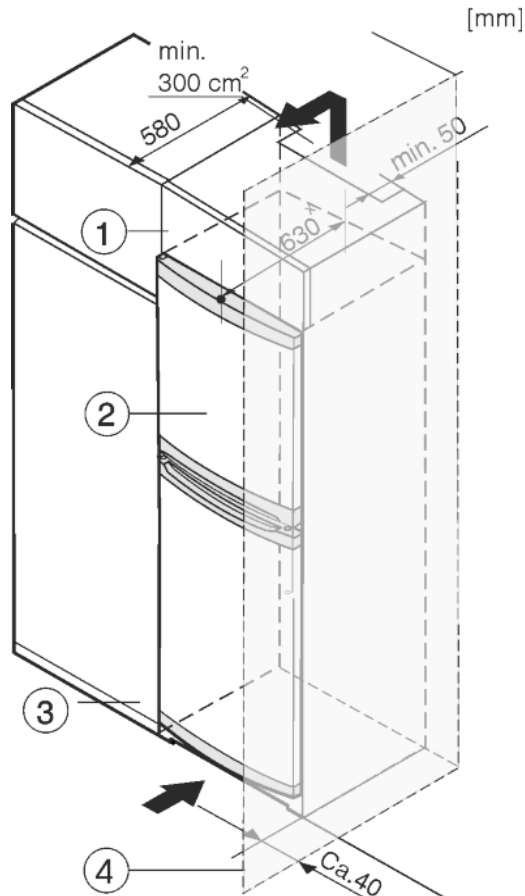

Fig. 8
L'apparecchio può essere incassato in mobili da cucina. Per adattare l'apparecchio Fig. 8 (2) all'altezza della cucina componibile, è possibile applicare sopra l'apparecchio un mobile da appoggio Fig. 8 (1).
Si la cocina posee armarios (profundidad máx. 580 mm), el aparato se puede colocar directamente junto al armario de cocina Fig. 8 (3). El aparato sobresale 34 mm x por los lados y 50 mm x en el centro del aparato respecto al frente del armario de cocina.
Se l'apparecchio con cerniere viene installato accanto ad una parete Fig. 8 (4), la distanza minima fra l'apparecchio e la parete deve essere almeno di 40 mm, che corrisponde alla sporgenza della maniglia con la porta aperta.